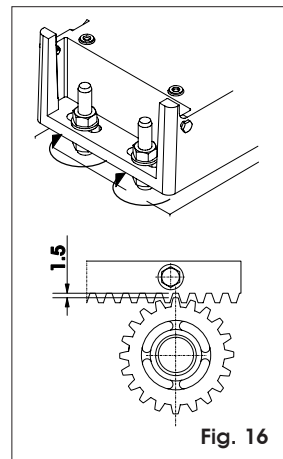

Fig. 16
- Au terme de l'installation de la crémaillère, pour garantir un engrenement correct avec le pignon, il est recommandé d'abaisser d'environ 1,5 mm (Fig. 16) la position du motoréducteur.